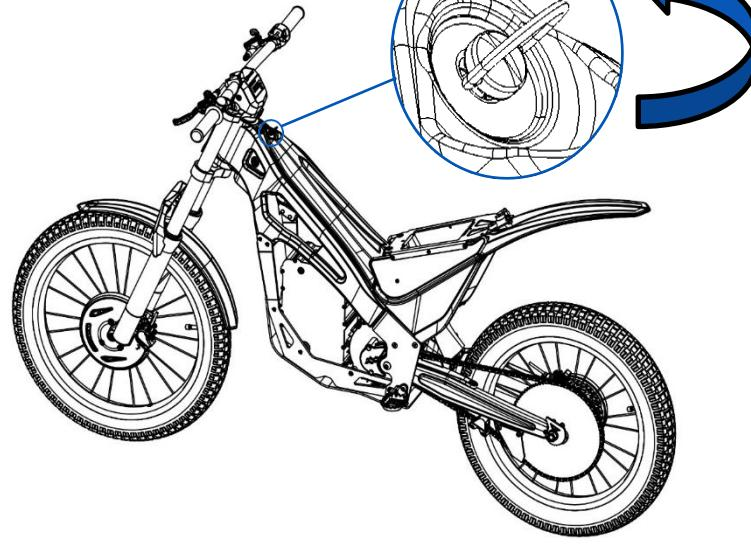

Fig. 40
- 3- A continuación, debe girar el tornillo rápido situado en la parte superior (Fig. 40) media vuelta hacia la izquierda. Debe extraerlo sin llegar a sacarlo de la carcasa superior, para poder extraer dicho componente del bastidor.
- 3- A continuación, debe girar el tornillo rápido situado en la parte superior (Fig. 40). Debe extraerlo sin llegar a sacarlo de la carcasa superior, para poder sustraer dicho componente del bastidor.